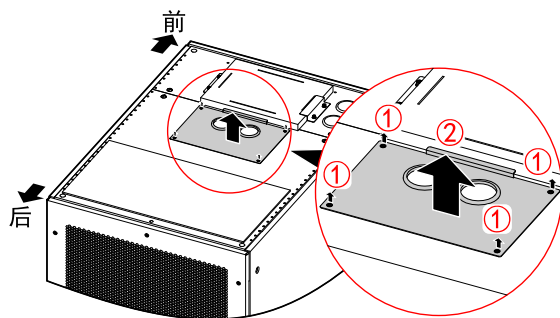

图3-38 拆除顶部封板
1. 拆除机柜顶部组网设备封板螺钉，取下组网设备封板如图 3-38 所示。